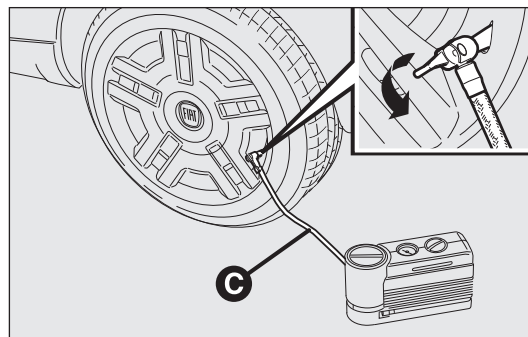

fig. 175
- Skruva hur hatten för däcksventilen, dra ut slangen C-fig. 175 med snabbkopplingen och anslut den direkt till ventilen på däcket som ska pumpas.